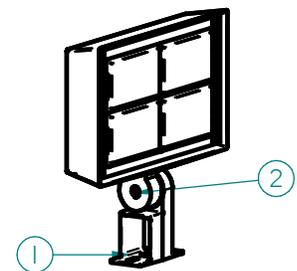

Fig. 1
Tourillon (Fig. 1):
- Utilisez au moins deux boulons de 3/8" de diamètre ou un boulon de 3/4" de diamètre pour le montage (élément 1 dans la Fig. 1).
- Desserrez le boulon (Article 2 sur la Fig. 1) sur la genouillère à l'aide d'une clé hexagonale de 3/8" pour permettre à l'appareil d'être orienté vers le haut ou vers le bas.
- Une fois que la fixation est dirigée vers la cible souhaitée, serrez le boulon (pos. 3 sur la fig. 1) sur le charbon.